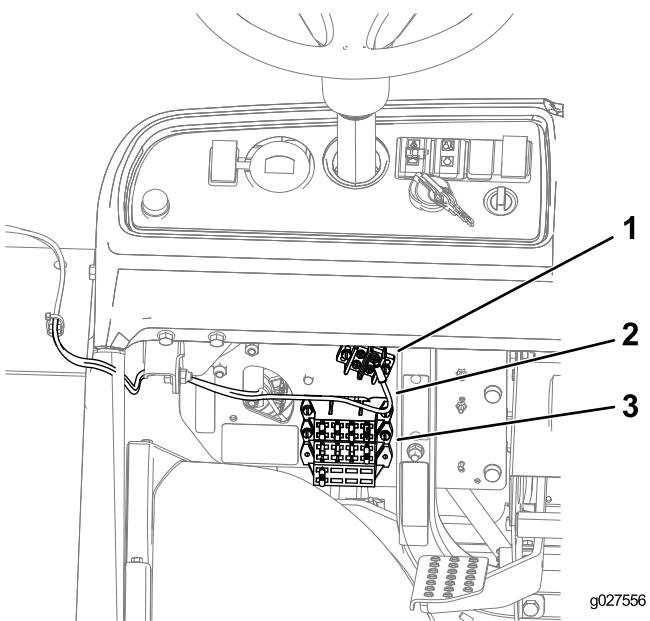

Рисунок 12
- На машинах Workman MD/MDX/MDXD: подсоедините круглую клемму жгута проводки к блоку заземления и вставьте разъем блока предохранителей в имеющееся соединение блока предохранителей (Рисунок 12).